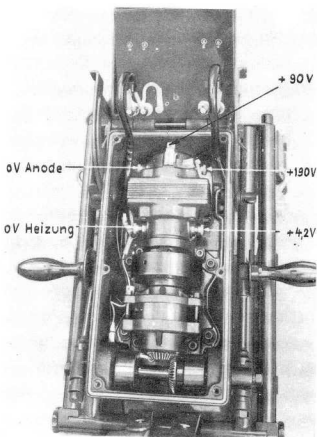

Fig. 44
d) Der Kohlebürstenwechsel Fig. 44
Beim Einsetzen der Reservebürsten ist darauf zu achten, dass die + und - Zeichen auf den Bürsten nach oben (dem Gehäusedeckel zugewandt) zu liegen kommen. Die Berührungsfläche der neuen Kohlebürste mit dem Kollektor muss mindestens $\frac{2}{3}$ des Kohlenquerschnittes betragen; nötigenfalls ist dies durch Schaben (mit Messer) zu korrigieren. Bei ungenügender Kontaktfläche besteht durch örtliche Ueberlastung der Bürste eine Verbrennungsgefahr für dieselbe, was sich durch eine isolierende Oxydschicht (grauer Belag) auf der Kohle bemerkbar macht. Dies ist besonders bei Umformerbetrieb zu beachten, da der Anker besonders beim Anlauf einen sehr grossen Strom aus der Batterie aufnimmt. Der Umformer ist daher nach einem Heizungsbürstenwechsel im Leerlauf einzuschalten und zuerst während ca. 10 Minuten im Leerlauf zu betreiben, damit sich die Bürsten unter kleinem Strom einlaufen können. Bei Handgeneratorantrieb ist ein Einlaufenlassen weder für die Heiz- noch für die Anodenbürsten notwendig, dagegen können während den ersten 10 Minuten etwas erhöhte Störspannungen auftreten. Die Hilfsbürste +90 Volt wird durch das Lösen der aussertreten rot beringten Schraube ausgewechselt. (siehe Fig. 44)